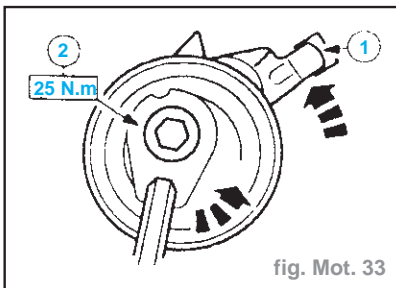

fig. Mot. 33
- Tendre la courroie de distribution : (fig. Mot. 33)
- accrocher le tendeur de courroie de distribution dans le carter de tôle et poser la vis dans la serrer (1),
- tendre la courroie de distribution en tournant le tendeur de courroie de distribution dans le sens inverse des aiguilles d'une montre jusqu'à ce que la flèche et le repère coïncident, puis serrer la vis à 25 N.m (2).